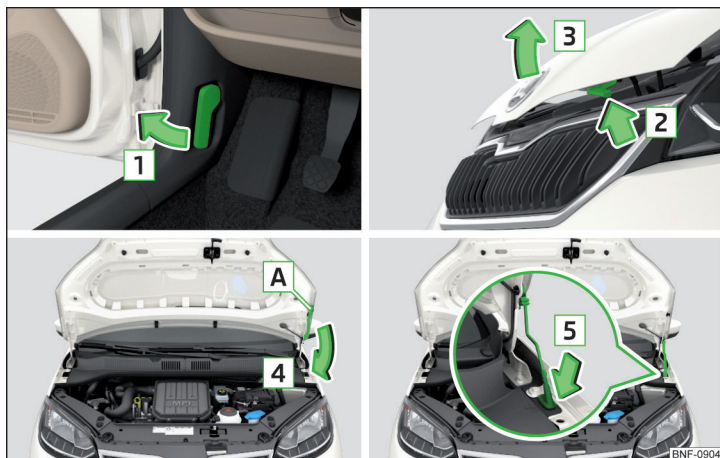

Fig. 138 Åbning af motorhjelms
- Åbn fordøren, og træk i udløserarmen under instrumentpanelet i pilens retning **1** » Fig. 138.